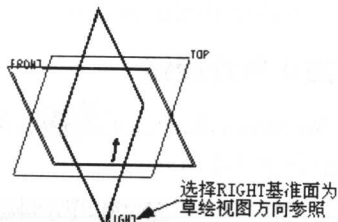

图 1-6 选择草绘视图方向参照
5. 系统提示选择草绘视图方向参照，选择如图 1-6 所示 *RIGHT* 基准面为草绘视图方向参照。